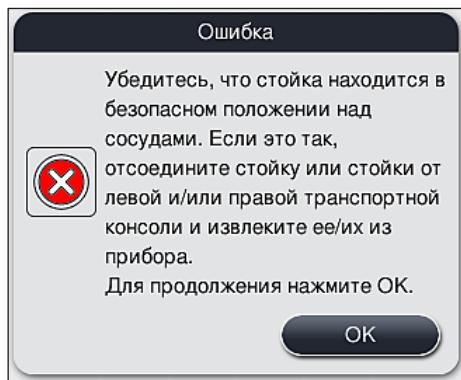
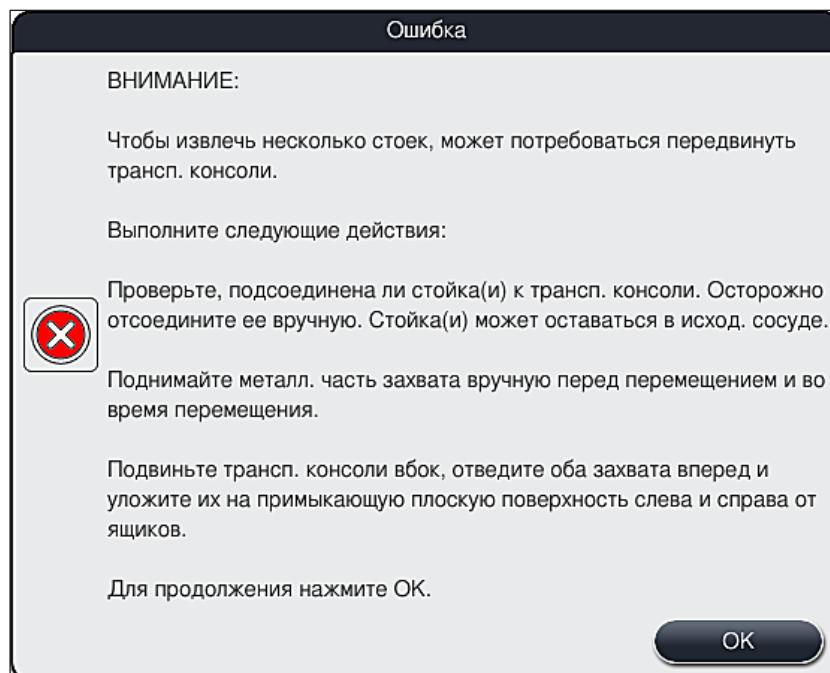

Рис. 108
Рис. 109
2. После этого в этом информационном сообщении появляется указание для пользователя проверить (→ "Рис. 108"), поместил ли прибор одну или две стойки в безопасное положение между двумя кюветами с реактивами (→ "Рис. 104").
3. При нажатии кнопки **OK** (→ "Рис. 108") на экране отображается другое информационное сообщение (→ "Рис. 109"), содержащее указания для пользователя по правильному извлечению соответствующих стоек.